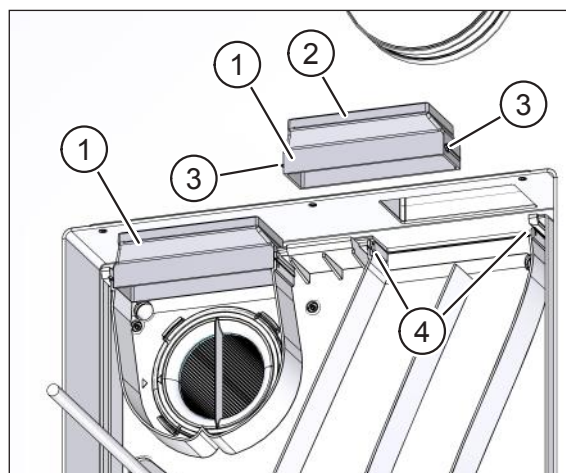
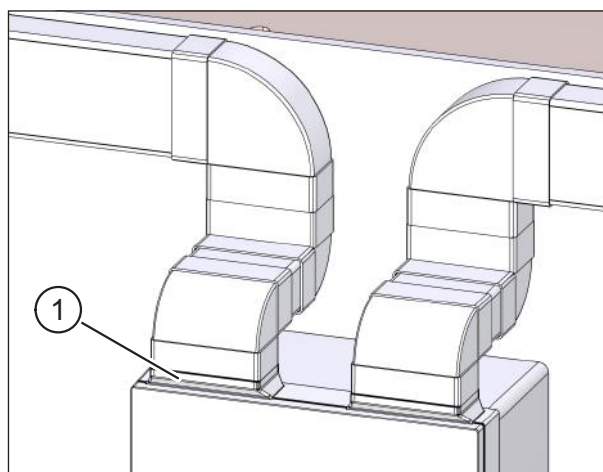

Рис. 39: вставить канальный адаптер
Рис. 46: соединить плоские каналы с вентиляционной установкой
- ▶ Достаньте оба канальных адаптера из адаптерного блока U2 (поз. 1 на рис. 39).
- ▶ Проверьте, чтобы уплотнители (поз. 2 на рис. 39) в верхней части канального адаптера были правильно расположены.
- ▶ Вставьте оба канальных адаптера так, чтобы выступы (поз. 3 на рис. 39) совпали с пазами (поз. 4 на рис. 39).
- ▶ Вставьте канальные адаптеры (поз. 1 на рис. 46) в вентиляционную установку (см. описание и рис. 39 в разделе 11.6.3 на стр. 36).